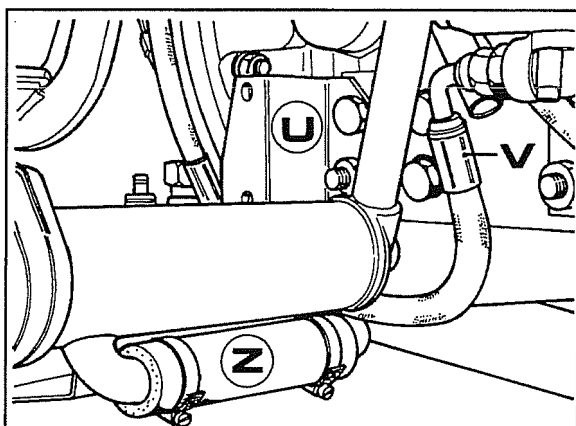

Fig. 13
11. Togliere il supporto pedane **U** fig. 13 più quello corrispondente sull'altro lato.
12. Scollegare il tubo **V** fig. 13 di mandata olio dalla pompa alla valvola prioritaria.
13. Porre un contenitore per la raccolta dell'olio sotto al manicotto **Z** fig. 13, quindi sfilarlo avendo cura di porre un tappo per bloccare la fuoriuscita dell'olio, oppure raccogliere tutto l'olio per poi ripristinarlo.